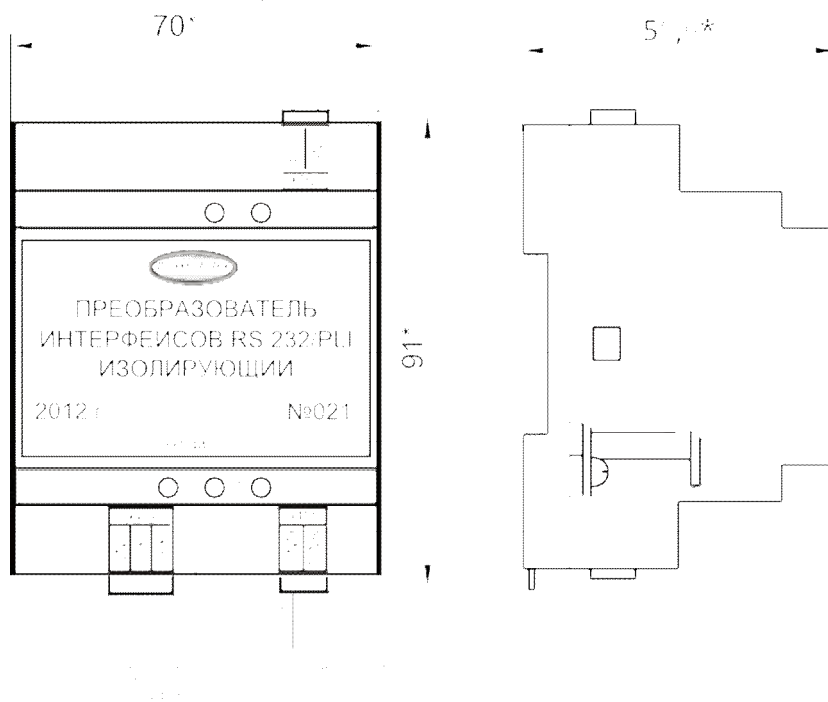

Рис. 1 - Зовнішній вид перетворювача та призначення виходів для підключень
4.5 Монтаж перетворювача необхідно проводити відповідно до схеми зовнішніх підключень, що наведена на Рис. 1.